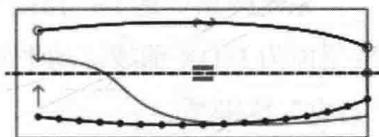

图 1.11 草图 2
Step8. 创建图 1.11 所示的草图 2。在操控板中单击“草绘”按钮；选取 FRONT 基准平面为草绘平面，选取 RIGHT 基准平面为参考平面，方向为 **下**，单击 **草绘** 按钮，绘制图 1.11 所示的草图。
说明：图 1.11 所示的草图是使用“投影”命令和“镜像”命令绘制而成的。